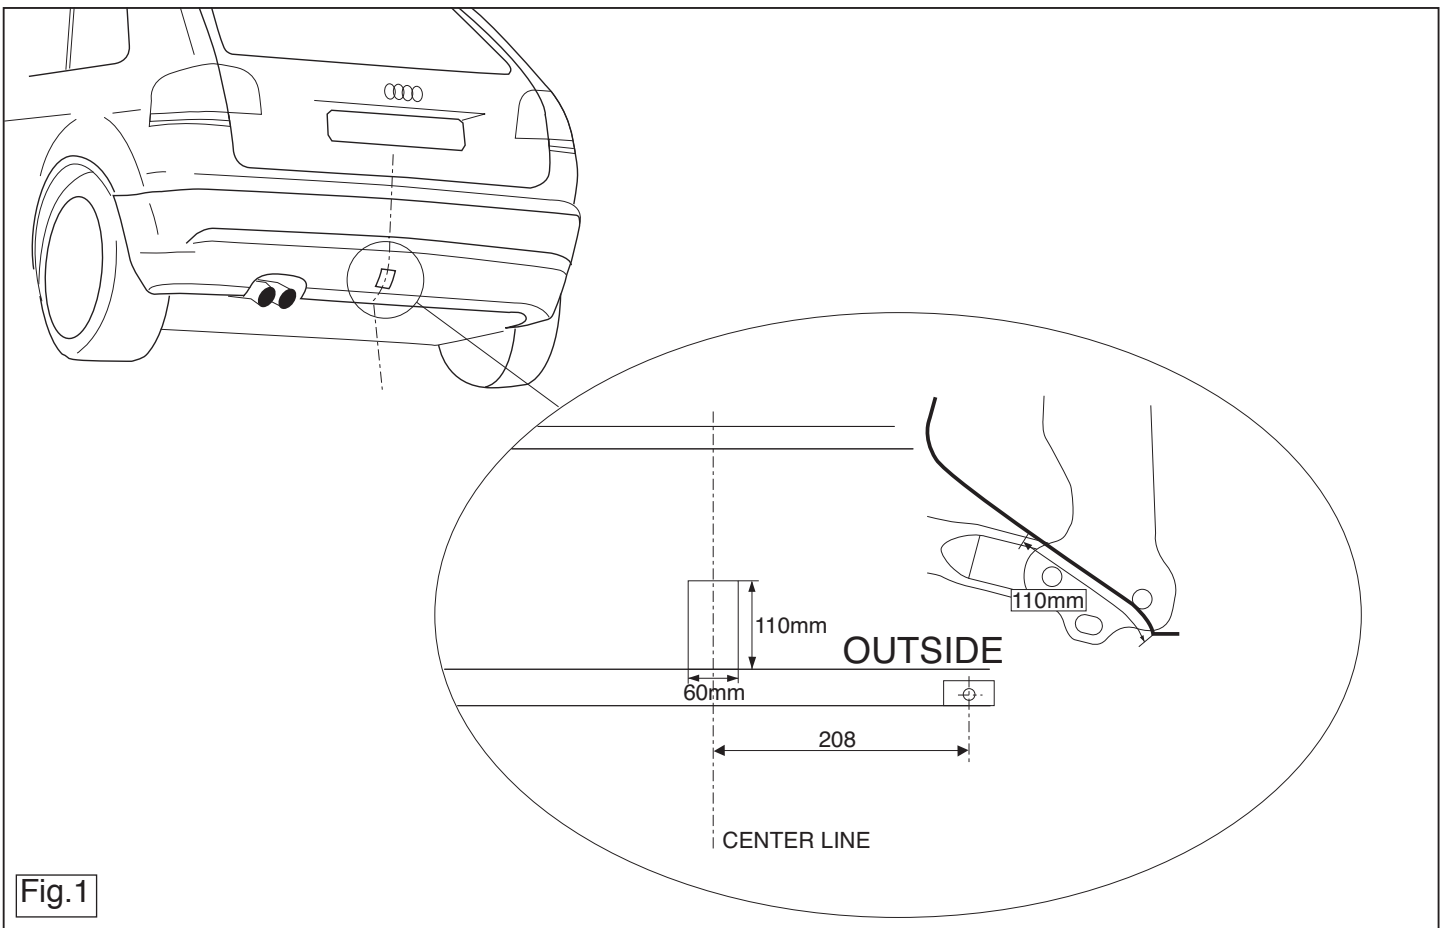

Fig.1
4. Saw a section out of the middle of the underside of the bumper as shown in fig 1.
4. Scier au centre de la partie inférieure du pare-chocs une partie correspondant à la figure 1.
4. Auf der Unterseite der Stoßstange einen Teil aus der Mitte gemäß Abbildung 1 herausschneiden.